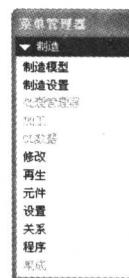

图 1-9 Pro/ENGINEER Wildfire 4.0 菜单管理器
8) 菜单管理器：几乎包含了数控加工的所有命令。菜单管理器采用了级联式结构，当选择某个菜单后将自动弹出下一级菜单，两菜单用横线隔开。菜单管理器如图 1-9 所示。